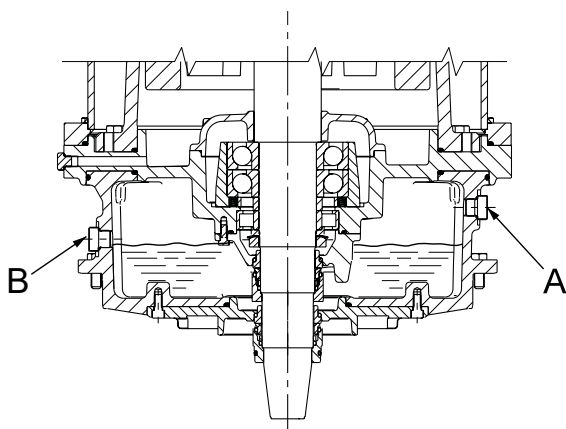

Рис. 30 Надлежащий уровень масла в насосе в вертикальном положении
2. Далее следует выполнить всю процедуру, описанную выше, и снова использовать пробку В для обозначения уровня масла в масляной камере, см. рис. 30.